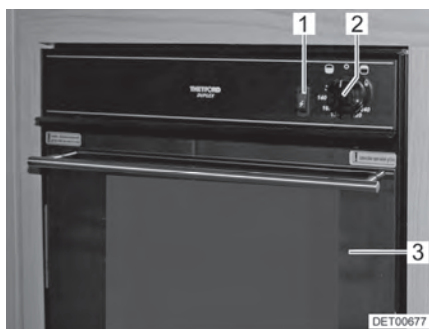
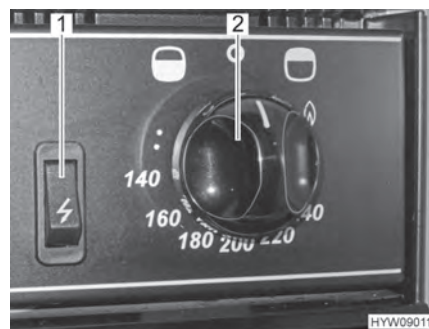

Fig. 123 Horno de gas con grill
Fig. 124 Elementos de mando (horno de gas con grill)
- Abrir la puerta del horno (Fig. 123,3) completamente.
- Pulsar y girar el regulador giratorio (Fig. 123,2 y Fig. 124,2) en sentido contrario a las agujas del reloj (en dirección del símbolo de horno "🔥"), al ajuste máximo.
- Presionar el regulador giratorio (Fig. 123,2 y Fig. 124,2) y mantenerlo presionado por 5 a 10 segundos. El gas circula hacia el quemador.
- Presionar el interruptor de encendido (Fig. 123,1 y Fig. 124,1) tanto tiempo como sea necesario para que arda la llama.
- Pulsar y girar el regulador giratorio (Fig. 123,2 y Fig. 124,2) en sentido de las agujas del reloj (en dirección del símbolo de grill "🔥"), al símbolo de llama.
- Girar el regulador giratorio (Fig. 123,2 y Fig. 124,2) a "O". La llama se apaga.